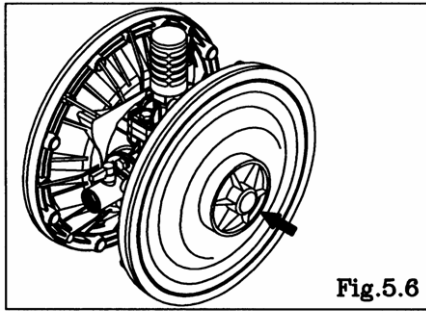

Fig.5.6
- Retire el disco central de un lado utilizando la llave PP (herramienta especial: Pieza N° 771868). [Fig. 5.6]